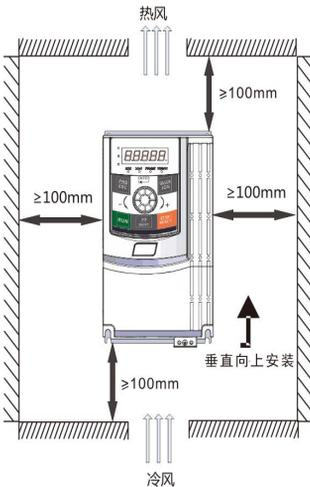

图3-5. 单体安装图
- 2) 安装空间遵照图3-5所示，保证变频器的散热空间。但布置时请考虑柜内其它器件的散热情况。